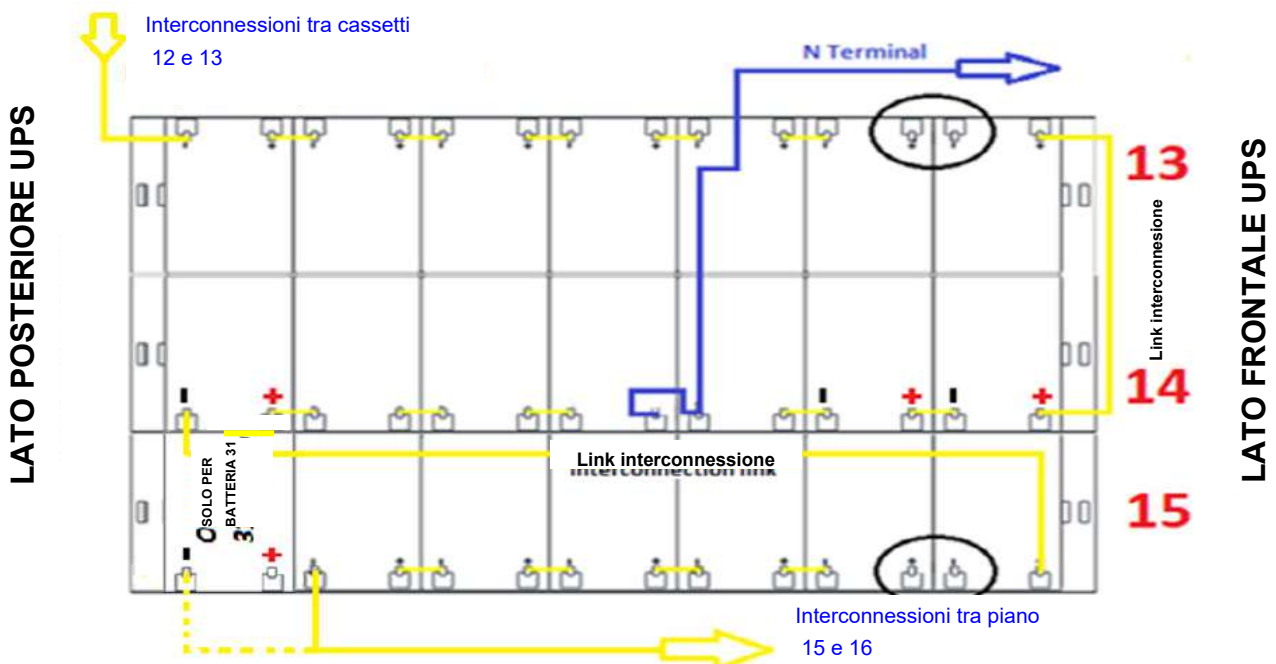

Figura 40 - Vista dall'alto Piano N°5 con connessioni batterie
14) Cablare il piano come indicato nella figura 40. **Lasciare scollegati i ponticelli cerchiati.**